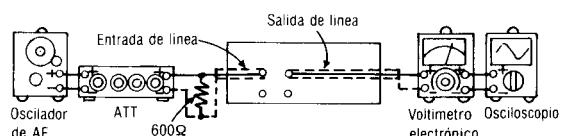

Fig. 3
1. La conexión del equipo de prueba se muestra en la Fig. 3.
5. Si no está dentro de la estandard, ajustar RV7 (CH-I) [[RV8 (CH-D)]] y repetir el paso (2), (3) y (4) hasta que la salida esté dentro de la estandard.